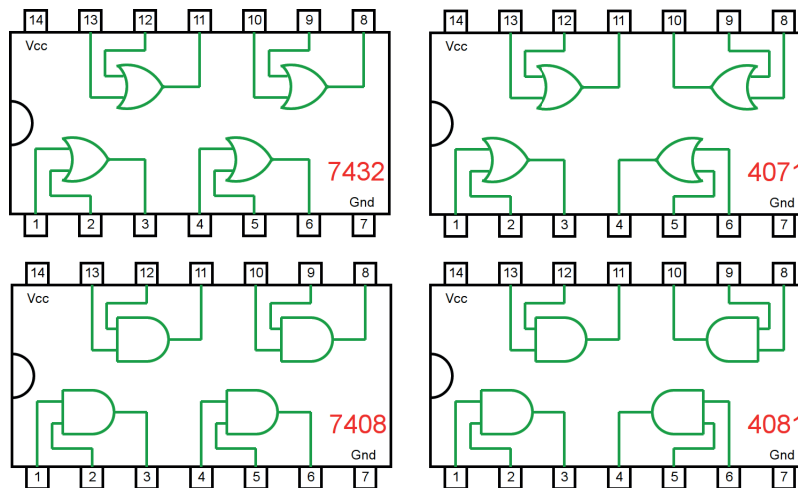

Figura 4.20 – Circuitos integrados TTL e CMOS.
- a) Coloque os circuitos integrados (TTL e/ou CMOS da figura 4.20) nas posições indicadas.
- d) Conecte os fios verdes. Os fios verdes estão conectados ao terra e portanto fornecendo valor lógico (0) às entradas de todas as portas do CI.